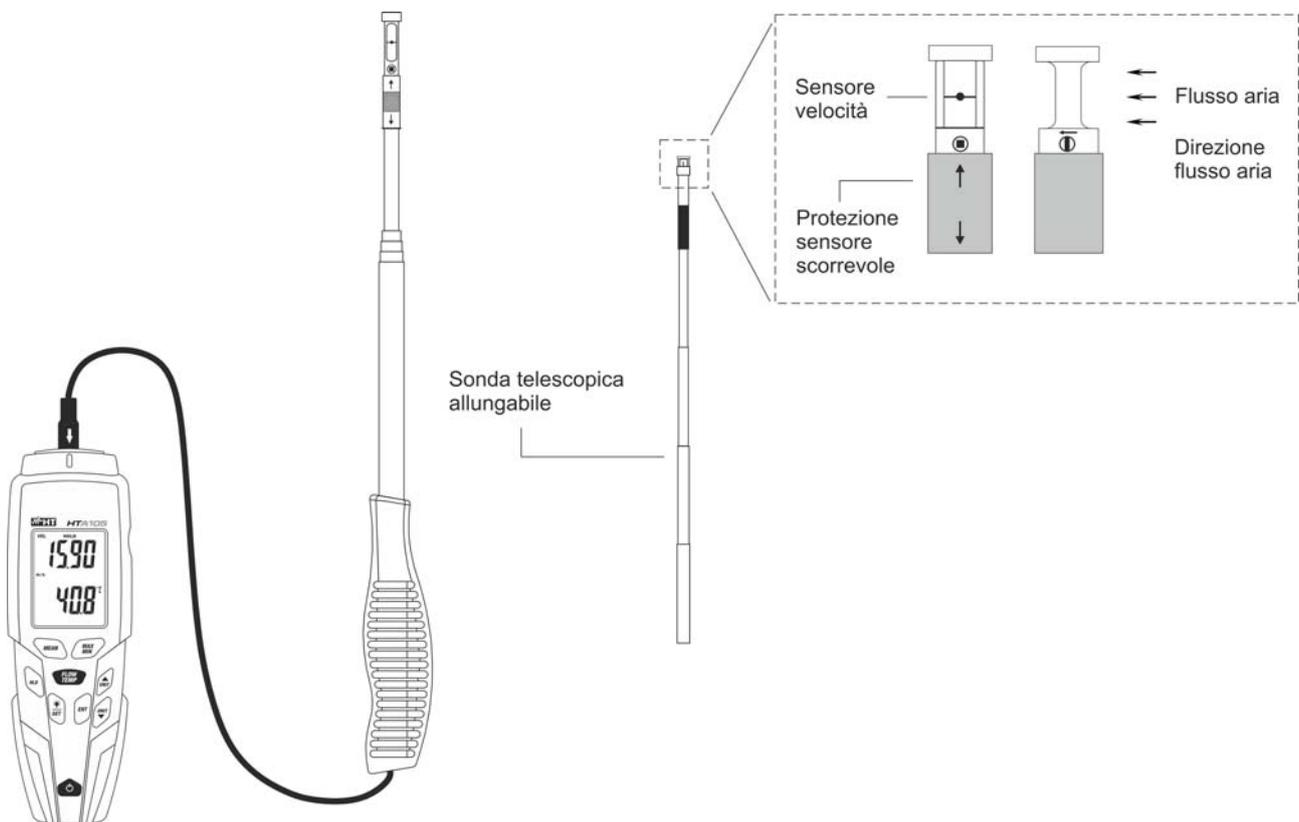

Fig. 7: Misura di velocità e temperatura dell'aria
1. Inserire la sonda esterna sulla parte alta tramite apposito terminale (vedere Fig. 1 – parte 1). Prestare attenzione alla freccia presente sul connettore della sonda (vedere Fig. 7) che deve essere verso la parte anteriore dello strumento
5. Allungare eventualmente la sonda telescopica e posizionare il sensore di velocità in direzione parallela al flusso d'aria nella direzione indicata dalla freccia presente sulla sommità della stessa (vedere Fig. 7)
8. Allungare eventualmente la sonda telescopica e posizionare il sensore di velocità in direzione parallela al flusso d'aria nella direzione indicata dalla freccia presente sulla sommità della stessa (vedere Fig. 7)